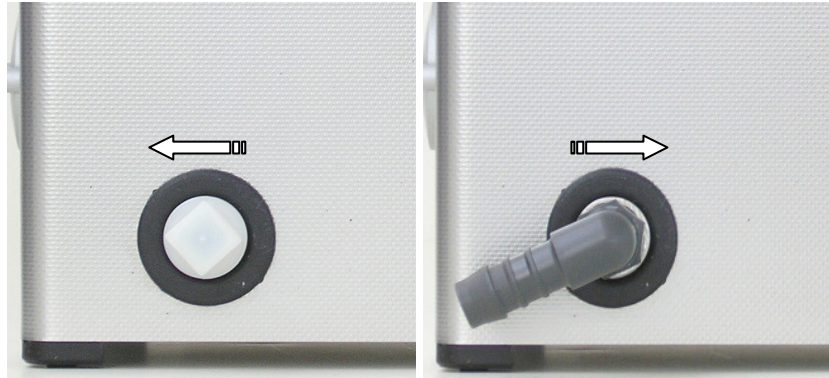

Bild 5.1 Ablauf mit Verschlussstopfen
1. Schrauben Sie die werkseitig angebrachte Schraubkappe aus Kunststoff im Gegenuhrzeigersinn ab (*siehe Bild 5.1*)